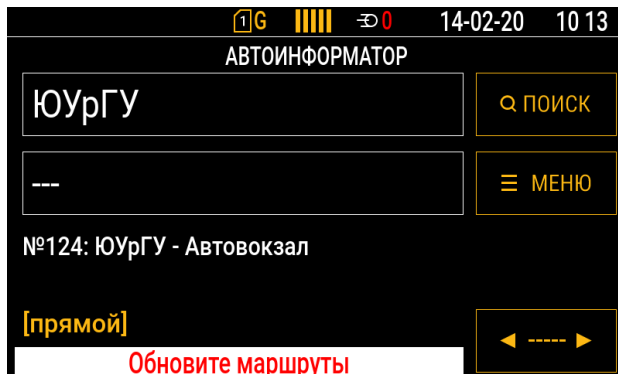

Рис.110. Уведомление «Обновите маршруты»
- Когда данные поступят с сервера появится уведомление «Обновите маршруты» (Рис.110)